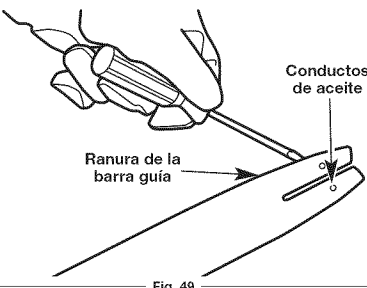

Fig. 49
- Limpie la ranura de la barra guía cada vez que se saque la cadena de la sierra, cuando la unidad se ha usado considerablemente o cuando la cadena de la sierra luzca sucia (Fig. 49). Los conductos de aceite pueden limpiarse con un alambre blando suficientemente pequeño que pueda insertarse en el agujero de descarga de aceite (Fig. 49).